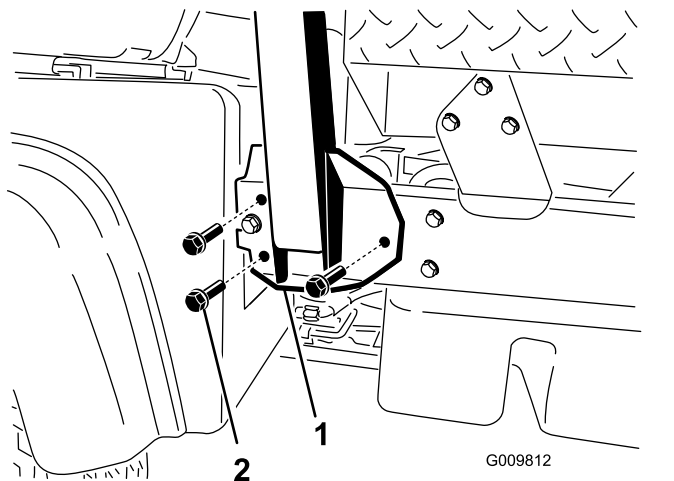

図4
2. ROPSの両サイドを車両フレーム側面の取付け穴に揃える図4。
3. ROPS 固定ブラケットを車体フレームに固定するフランジヘッドボルト½ x 1¼"3本を使用する。図4